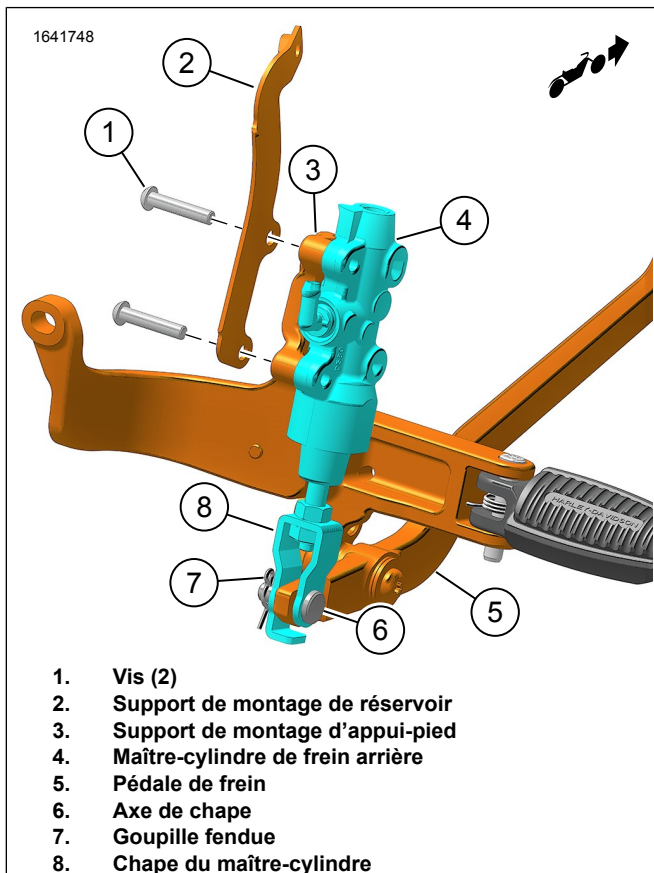

Figure 10. Maître-cylindre de frein arrière
2. Voir la Figure 10. Installez le maître-cylindre de frein arrière.
- a. Positionnez le support de fixation du réservoir (2) et le maître-cylindre de frein arrière (4) sur le support de fixation du repose-pieds (3).
- b. Installez les vis (1). Serrer.